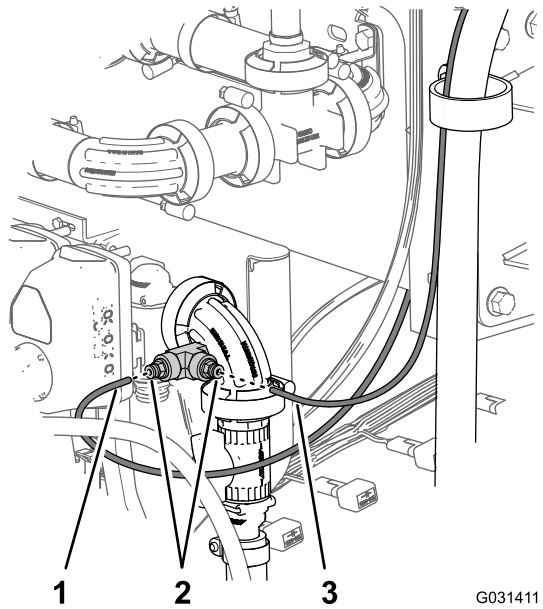

图 186
4. 将仪表板压力计压力传感管的末端插入管子连接器直到管子完全进入连接器图 186。
5. 将软管卷压力计压力传感管的末端插入管子连接器直到管子完全进入连接器图 186。